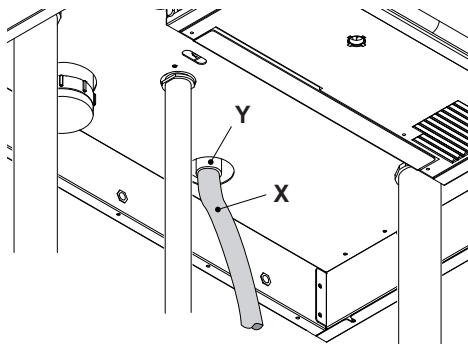
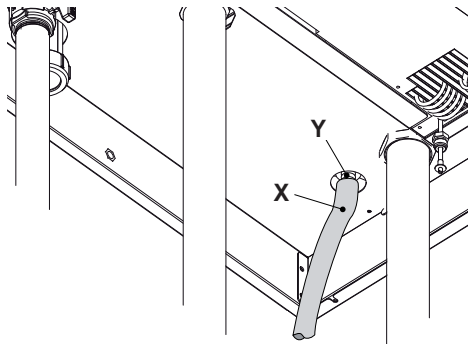

Figura 9.4
Figura 9.5
- Collegare un tubo in gomma (X) al rubinetto di scarico (Y) ed aprirlo, Figura 9.4 e Figura 9.5.